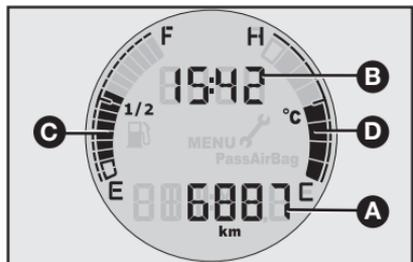

fig. 37
INFORMAÇÕES NO DISPLAY - fig. 37
- Relógio (**B**-fig. 37).
- Hodômetro total (**A**-fig. 37).
- Indicação do nível de combustível (**C**-fig. 37).
- Indicação da temperatura do líquido de arrefecimento do motor (**D**-fig. 37).
- Pressionar MENU ESC para permitir o ajuste (a hora ou os minutos lampejam fig. 37);